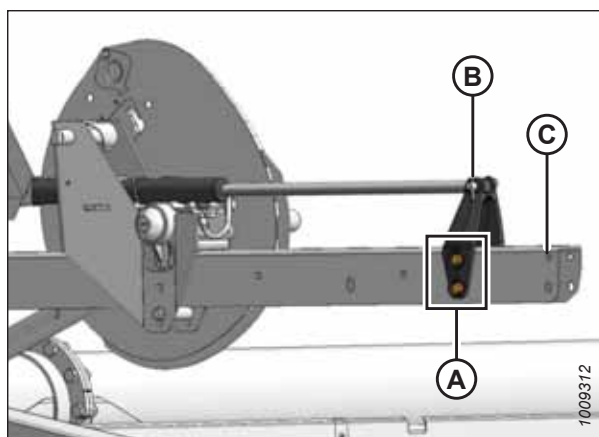

Рисунок 3.41: Заднее положение
- Заднее положение, см. рис. 3.41, страница 70